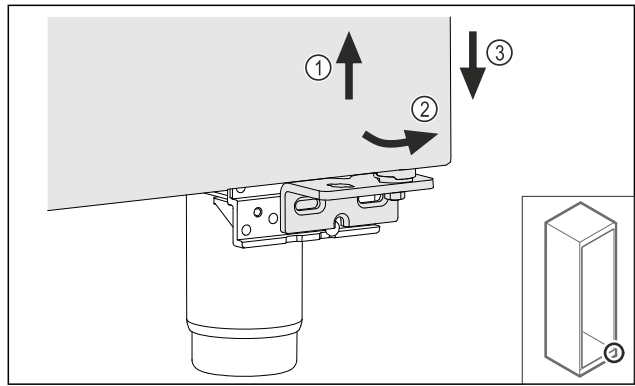

Fig. 19
- ▶ Duris šiek tiek kilstelėkite Fig. 19 (1), apačioje paverskite į priekį Fig. 19 (2) ir nuleiskite Fig. 19 (3).